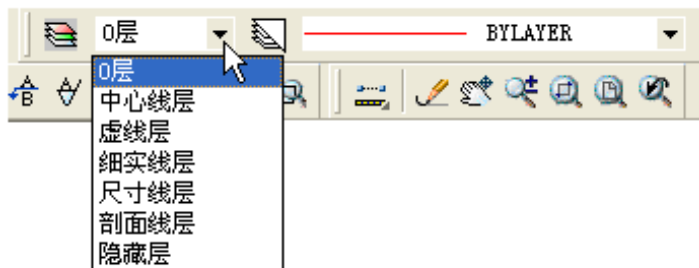

图 9-2 改变当前层下拉列表框
如图 9-2 所示，用鼠标左键单击属性工具条中的【当前层】下拉列表框右侧的下拉箭头，可弹出图层列表，在列表中用鼠标左键单击所需的图层即可完成当前层选择的设置操作。
2) 【当前层选择】下拉列表框中列出了当前图形文件中的所有图层，用户可从中选择一个作为当前层，如图 9.2 所示。